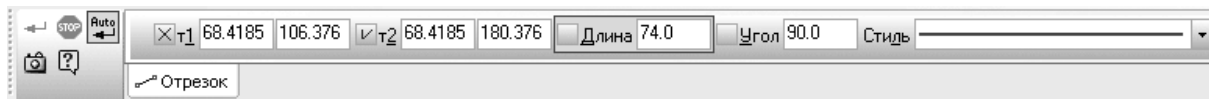

Рисунок 3 — Параметри відрізка на панелі властивостей
**Панель свойств** — на даній панелі відображаються вкладки з налаштуваннями і властивостями. Наприклад, при кресленні відрізка на цій панелі з'являться поля для введення координат його початкової та кінцевої точок, довжини, кута нахилу і список типів ліній, якими він може бути відображений (рисунок 3).